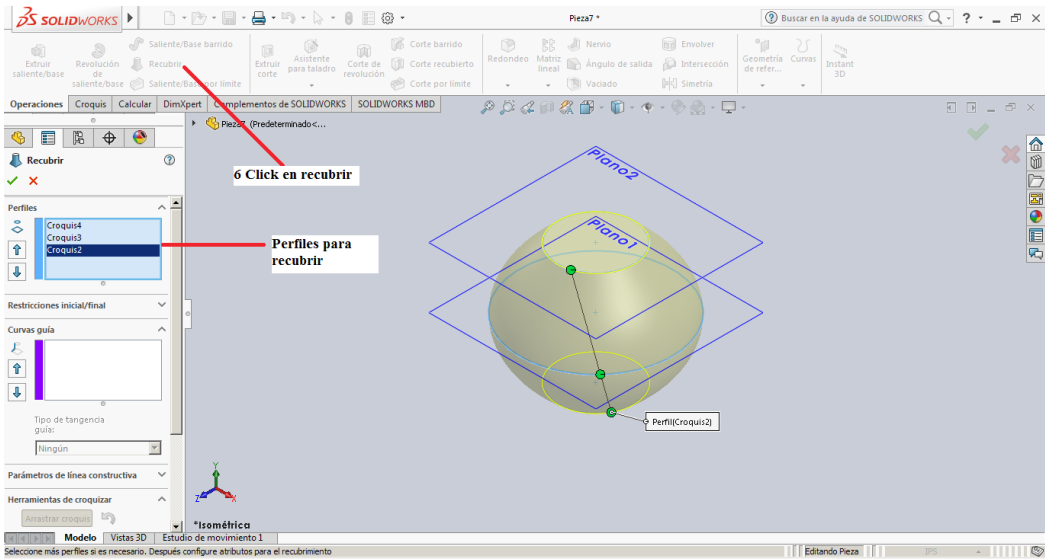

Figura 3-23
6. Con la estructura del croquis definida se procesa a seleccionar la pestaña **Operaciones** y realizar Click sobre la herramienta **Recubrir**, con la cual se generara una superficie a partir de los elementos de circunferencia creados inicialmente en la figura 3-23 se muestra el procedimiento realizado definiendo los elementos para recubrir.